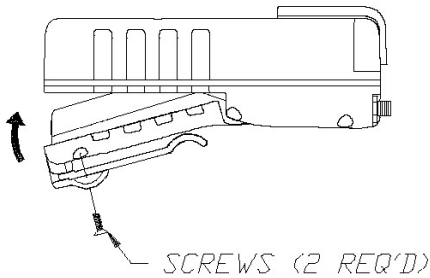

Figura 3-1 – Installazione pacco batteria
3.1.1 Installazione del Pacco Batteria (Figura 3-1)